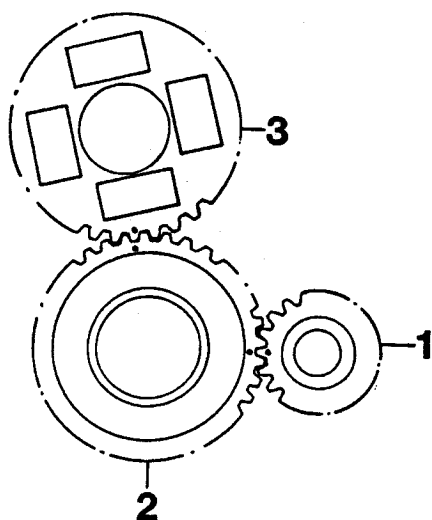
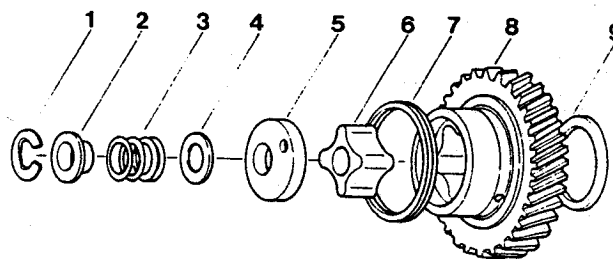

Fig. 61 Pignons de distribution, calage de base
Fig. 62 Pignon intermédiaire complet avec pompe à huile
Le pignon de vilebrequin - le pignon intermédiaire sont marqués au pointeau et le pignon intermédiaire - le pignon d'arbre à cames avec un rond en face de la dent et de l'entre-dent correspondant (figure 61).
3. Positionner la rondelle butée (9, figure 62) sur l'axe du pignon intermédiaire. Positionner le pignon intermédiaire conformément au repérage (figure 61).
4. Graisser le rotor intérieur de la pompe à huile (6, figure 62) ainsi que le carter (rotor extérieur, 8).
Positionner le rotor intérieur et le flasque de la pompe à huile. Mettre la cale de réglage, le ressort, la rondelle élastique et le circlips comme le montre la figure 62.